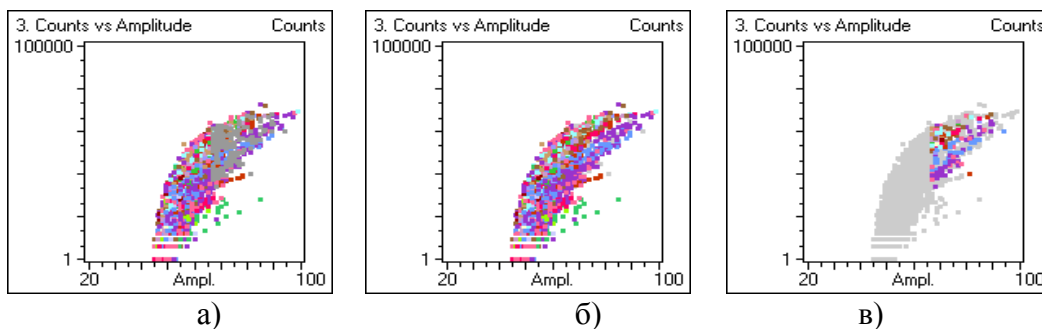

Рисунок 4. Выделенные данные группированы (а), удалены (б). Удаленные данные инвертированы (в)
- Выберите пункт меню Sets/Add to grouped with AND. Выделенные данные теперь группированы, причем в «группированные» данные попали только те, которые присутствовали одновременно в обоих выделениях (по И) (рисунок 4а).
- Выберите пункт меню Sets/Delete grouped data. Группированные данные будут удалены (рисунок 4б).
- Выберите пункт меню Sets/Invert deleted data. Оставшиеся и удаленные данные инвертируются (рисунок 4в). Если сохранить файл в таком виде, то это будет своего рода протокол фильтрации – в результирующем файле будут присутствовать только удаленные импульсы. Повторите еще раз последнее действие.